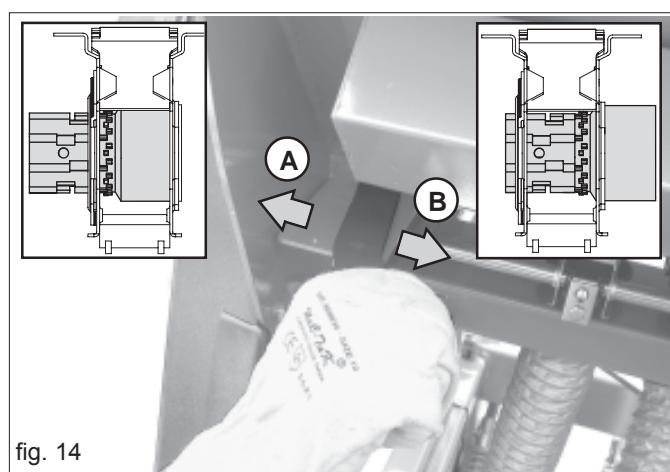

fig. 14
- 2) la leva (Fig. 14) in posizione «A»;
Prima d'iniziare la semina scegliere il tipo di rullo distributore più adatto (Fig. 14) in base al tipo di semente.
La selezione dei rulli dosatori va fatta sempre a tramoggia e scatole di distribuzione vuote (Fig. 14).
La macchina è predisposta con i rulli per la distribuzione di semi di piccole, medie e grandi dimensioni. Selezionare il tipo di rullo distributore secondo le indicazioni riportate nella TABELLA REGOLAZIONE SEMINATRICE (pag. 15). La selezione del rullo per semi di piccole dimensioni avviene spostando la leva nella posizione (A Fig.14). Nella posizione (B Fig. 14) avviene la selezione del rullo per semi di medie/grandi dimensioni.